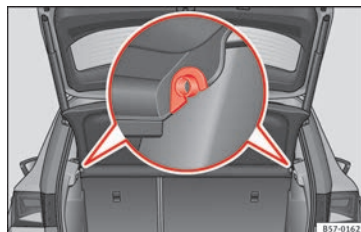

Abb. 155 Im Gepäckraum: Gepäckraumabdeckung aus- und einbauen.
- Drücken Sie die Abdeckung aus den Seitenhalterungen »» Abb. 155 aus, indem Sie diese nach oben ziehen und herausnehmen.
- Führen Sie die Abdeckung horizontal ein, sodass das „Hufeisen“ über den Achsen der Halter »» Abb. 155 liegt und drücken Sie die Abdeckung nach unten, bis sie einrastet.